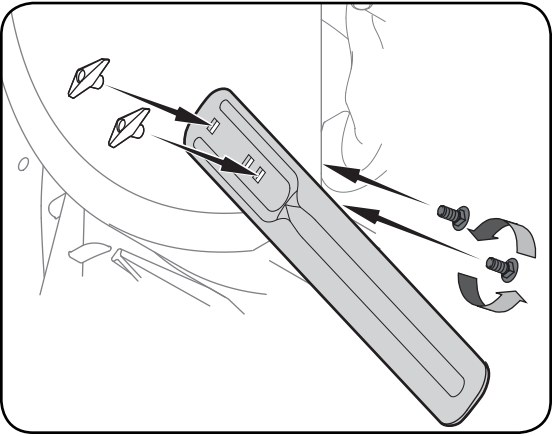

Figure 3-9
- Positionnez les barres de coupe pour qu'elles font face à l'avant comme illustré à la Figure 3-9. Maintenez-les en place avec la boulonnerie enlevée précédemment, les écrous à oreilles devraient être attachés sur l'extérieur du logement comme illustré. Si votre souffluse n'est pas équipée de barres de coupe, adressez-vous au service après-vente pour tout renseignement concernant le prix et la disponibilité en stock.